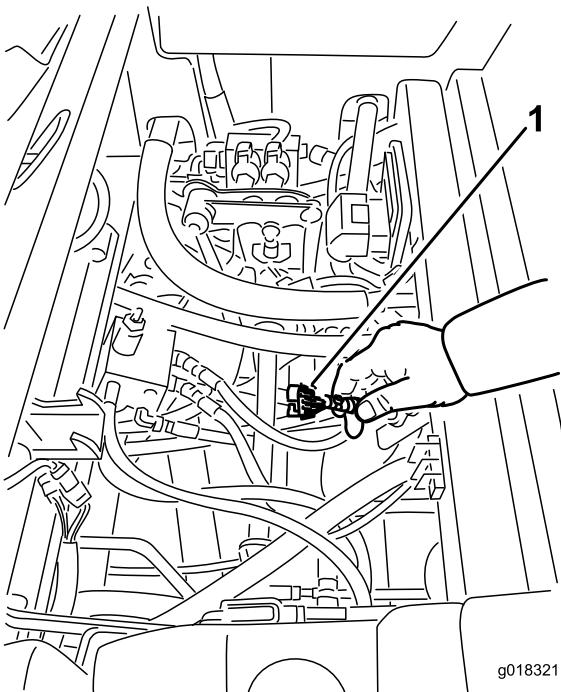

Figure 20
3. Localisez le faisceau de câblage et les connecteurs près du module de commande (Figure 20).